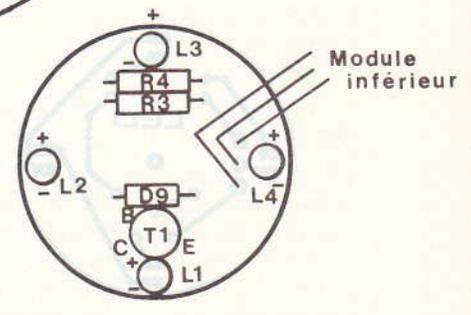

Fig. 9 Le tracé du circuit imprimé se reproduira par la méthode photographique. Implantation des éléments.
b) Implantation des composants (fig. 9)